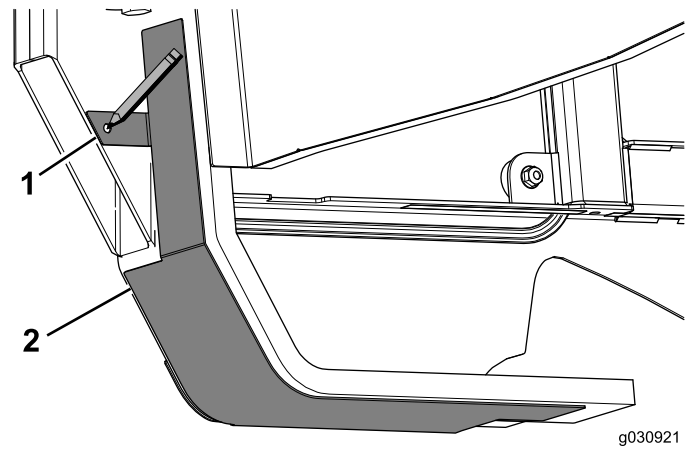

Figure 27
3. Localisez et percez un trou de diamètre suffisant pour permettre le passage du boulon (1/4 x 3/4 po) afin de fixer la languette sur le panneau (Figure 27).